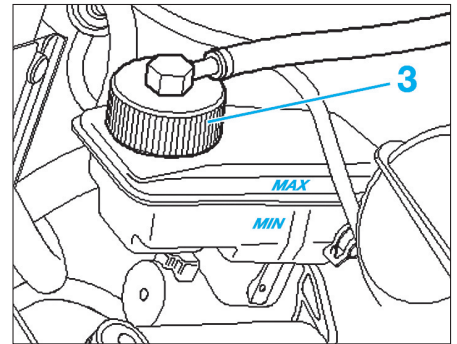

Fig. 38
- Visser l'adaptateur (3) sur le réservoir de liquide de frein (Fig.38).